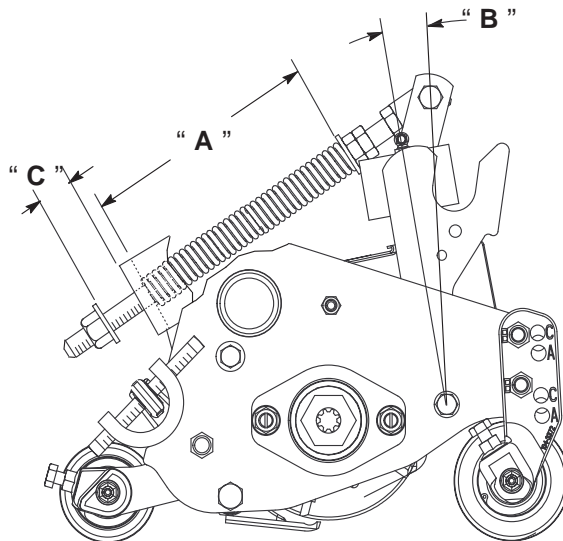

図13
ターフ補正スプリング（図13）は、キャリアフレームとカッティングユニットをつないでおり、前後の揺れの大きさを調整する働きと、移動走行中や旋回動作中の地上高の調整を行っています。
1. スプリングロッド後部のロックナットを締めて、すきま（C）を32 mmとする（図13）。
2. スプリングロッド前部の六角ナットを締めて、スプリング（圧縮状態）の長さ（A）が328 mmになるようにする（図13）。